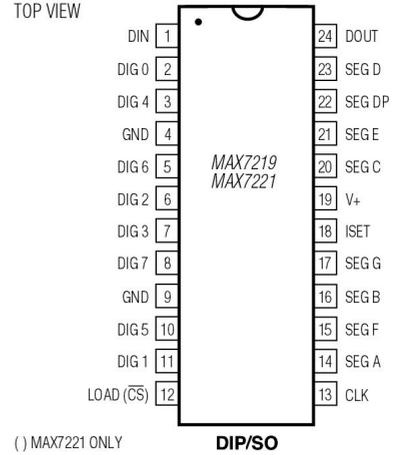

Abb. 1: Pin Description MAX7219
Die Kommunikation des MAX7219 mit dem GnuBLIN Board erfolgt über drei Portleitungen: DIN (1), CLK (13) und LOAD (12), siehe Abbildung 1. Wie sich unschwer erkennen lässt, bietet sich hier eine Kommunikation über die SPI Schnittstelle an. Über die Ausgänge *Digits* (DIG0 bis DIG7) und *Segment* (SEG A bis SEG G und SEG DP) wird die LED-Matrix verbunden. Die Digits werden dabei mit den Spalten und die Segmente mit den Zeilen der LED-Matrix verbunden.